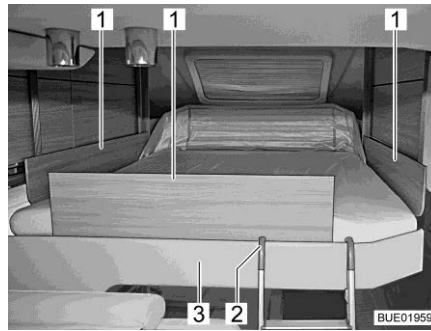

Fig. 139 Letto basculante con piastre di sicurezza
- Inserire le piastre di sicurezza (Fig. 139,1) tra il materasso e il bordo del letto (Fig. 139,3).
- Agganciare entrambe le staffe della scaletta di accesso (Fig. 139,2) al bordo del letto (Fig. 139,3).
- Sganciare la scaletta di accesso (Fig. 139,2) dal bordo del letto (Fig. 139,3).
Se non si riesce più a spostare il letto basculante con i tasti freccia (Fig. 139,2 e 8), controllare per prima cosa il fusibile Riserva 3 della centralina elettrica (vedi paragrafo 9.12.1). Se il fusibile è a posto e ciononostante non si riesce a spostare il letto basculante, è possibile muoverlo manualmente.